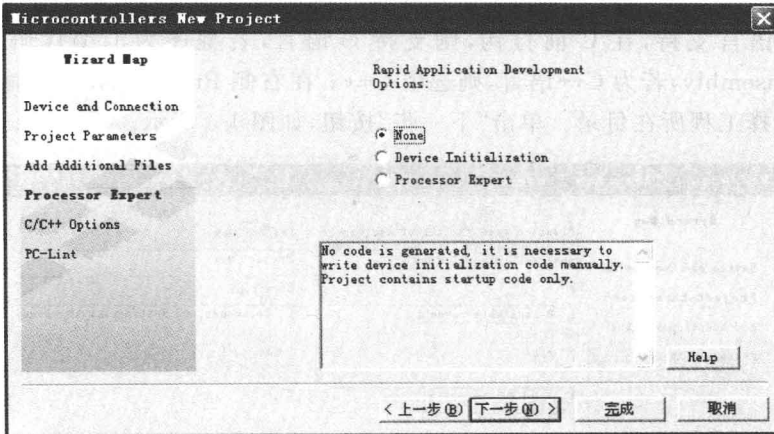

图 1-6 是否自动生成处理器初始化代码
(5) 如图 1-6 所示,选择是否采用 Processor Expert 自动生成初始化代码,该项功能可以方便程序的寄存器设置,若选择 Device Initialization,CodeWarrior 会包含初始化代码、中断向量表、中断服务程序模板;若不想开启这些功能,则可以选择 None,然后单击“下一步”按钮。